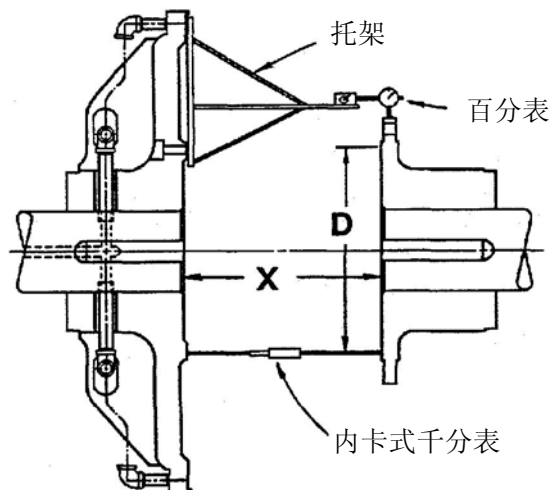

图 5
千分表读数在直径处 (图 5 中的 D)，每英寸直径不超过 0.0005 英寸 (每毫米直径不超过 0.0005 毫米)。
- 2.4.1 先设定基准，图 5 (或非标准应用相应的图) 所示的“X”距离确立。如果离合器安装在带有滑动轴承的轴上，在设定“X”尺寸时，需保证轴处于轴承中心。正确的“X”尺寸见表 2。
表 2 “X” 尺寸 (图 5)
- 2.4.2 安置一个刚性托架来支撑百分表，将其固定在法兰上，见图 5。